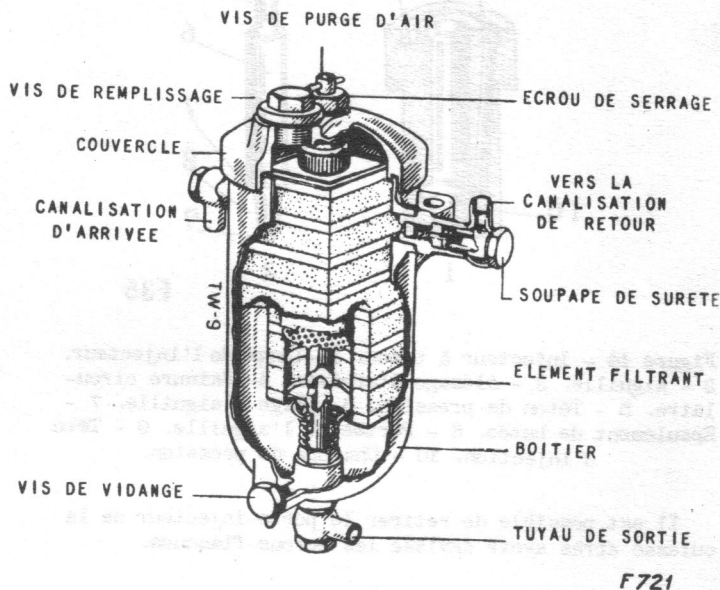

Figure 42 - Filtre à combustible avec élément en feutre.
2. Videz le filtre à l'aide du bouchon de vidange (voyez figure 42) après avoir ouvert la vis de remplissage située en haut du filtre.